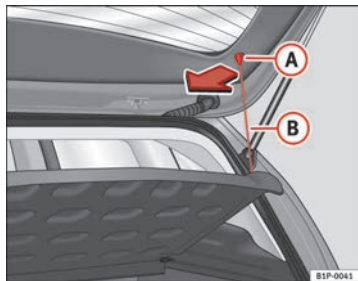

Abb. 105 Hutablage
- Hängen Sie die Stäbe ⇒ Abb. 105 B aus den Aufnahmen A aus.